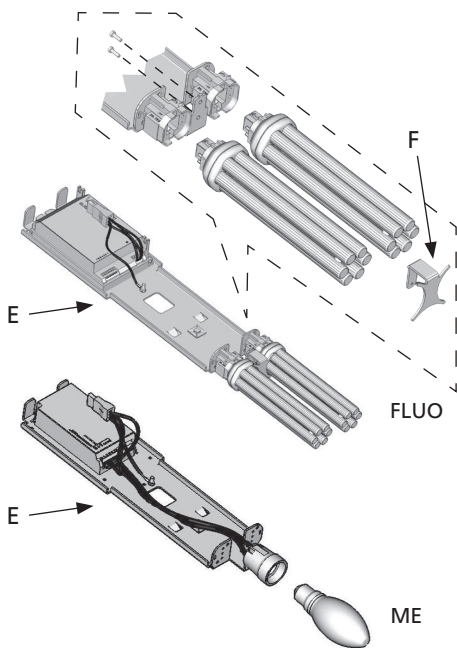

Fig. 16
Estrarre la slitta E. Montare / sostituire le lampadine (fig. 16). Per la sola versione fluorescente, avvitare la staffa F.
Extraire la glissière E. Monter ou remplacer les ampoules (fig. 16). Pour la version fluorescente, serrer la bride F.
Remove the saddle (E). Mount / replace the bulbs (fig. 16). Only for the fluorescent model, tighten the bracket (F).
Den Schlitten E herausziehen. Das Leuchtmittel montieren bzw. auswechseln (Abb. 16). Für die Fluoreszenzausführung ist noch der Bügel F anzuschrauben.